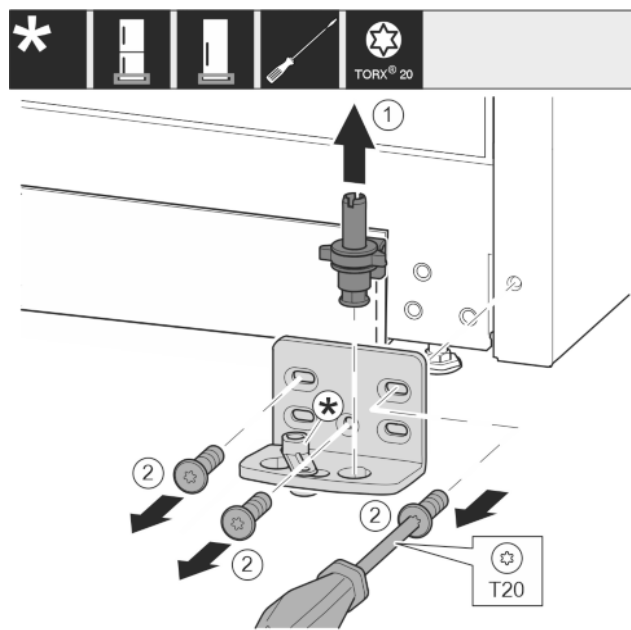

Fig. 13
- ▶ Опорный палец полностью извлеките движением вверх. Fig. 13 (1)
- ▶ Открутите винты отверткой T20 и снимите опорный кронштейн. Fig. 13 (2)